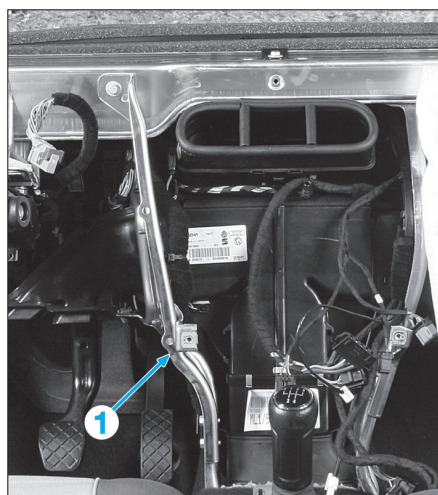

Fig. 22
- Déposer la traverse latérale (1) (Fig.22).